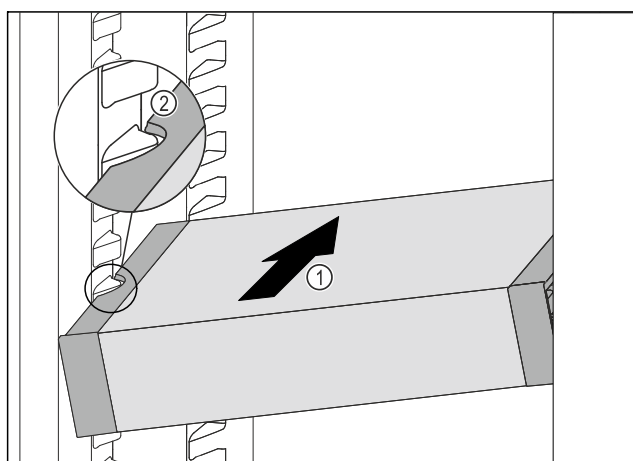

Fig. 52
- Zasuňte VarioSafe do chladničky pod úhlem tak Fig. 52 (1), aby vybrání na bocích Fig. 52 (2) VarioSafe byla na úrovni žebrování na nádoby v chladniče.